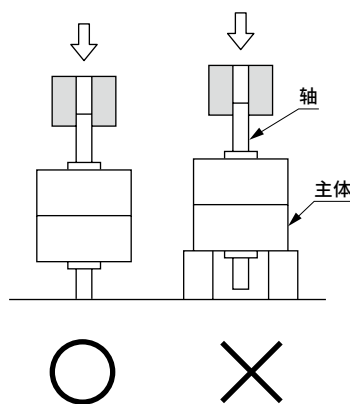

图3
- 在SELEX摆动气缸的轴上安装负荷或夹具等时，请按照图3所示的不由主体承受负荷的方法进行安装。
- (3) 保持此时的状态，按图3所示同时旋转角度调整用六角螺栓、六角螺母与密封垫圈，以调整角度。此时，请注意避免密封垫圈的橡胶部卡入螺纹部。